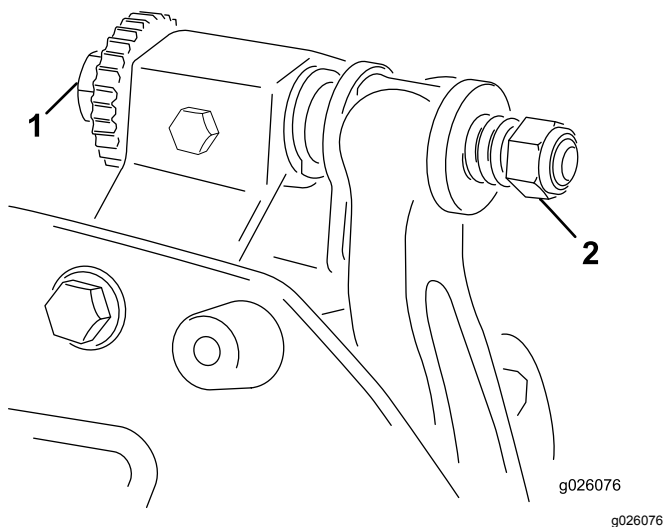

Рисунок 10
- А. поворачивайте регулировочные болты планки неподвижного ножа по часовой стрелке (Рисунок 10) по одному щелчку за раз до тех пор, пока не почувствуете или не услышите легкий контакт.
6. Поворачивайте правый регулировочный болт планки неподвижного ножа (**Рисунок 10**), пока не почувствуете легкое давление на регулировочной прокладке при перемещении ее из стороны в сторону. Удалите регулировочную прокладку.